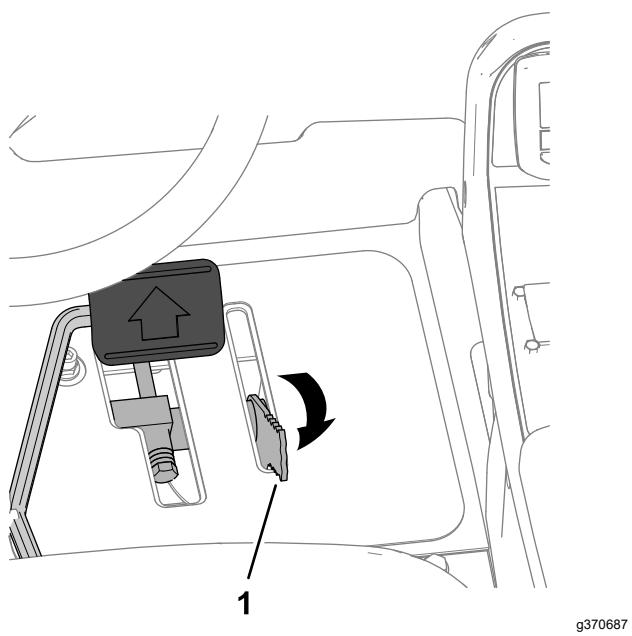

Figure 38
- Déplacez le limiteur de vitesse de tonte en arrière à la position TRANSPORT (Figure 38).